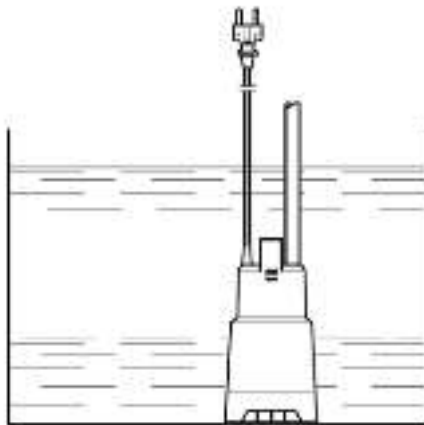

Рис. 2
4. Ослабьте натяжение шнура, чтобы насос стоял на основании и не был подвешен на шнуре. Убедитесь, что насос стоит в вертикальном положении (Рис. 2).